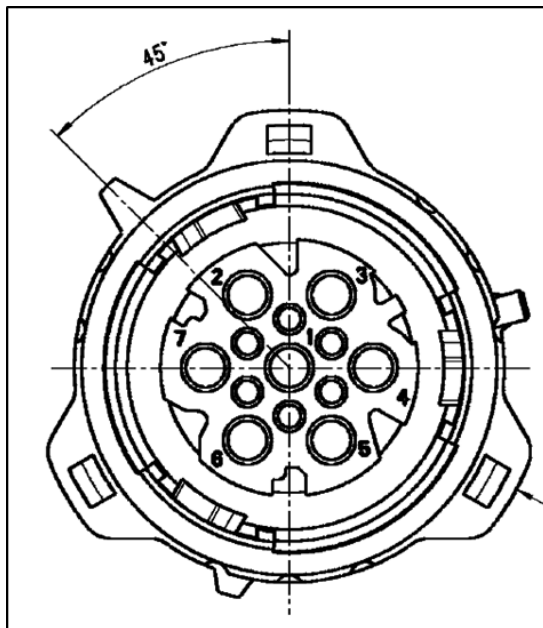

Abb. 1: Koppelstelle TDSK3 (Rundstecker) - PIN Belegung
- TDSK 3 – Rundstecker (siehe Abb.1):